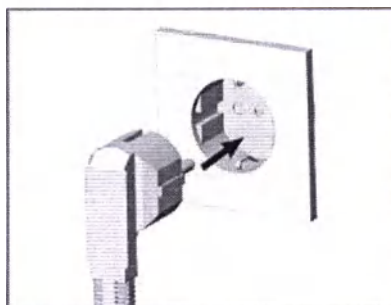

Рисунок 31. Подключение блока управления к источнику питания.
6. Подключите систему Velocity или Velocity Alpha к источнику питания (рис.31).